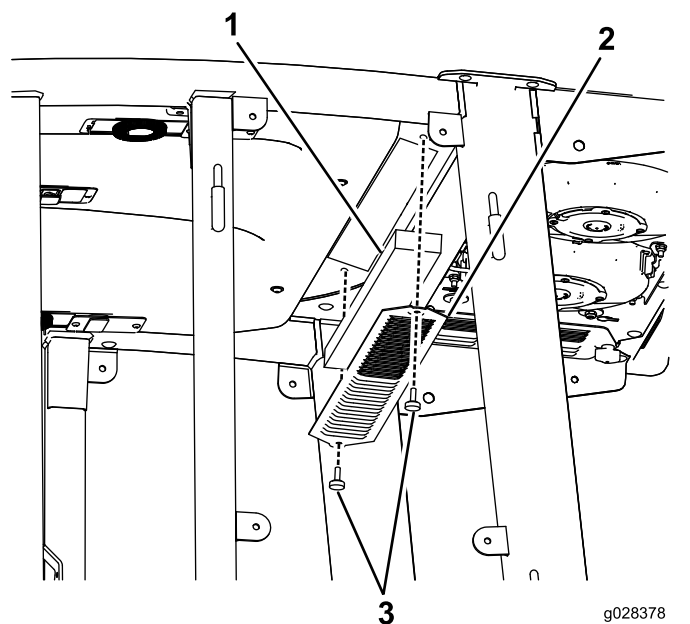

Figure 51
1. Retirez les vis et les grilles des filtres à air intérieur et arrière de la cabine (Figure 51).